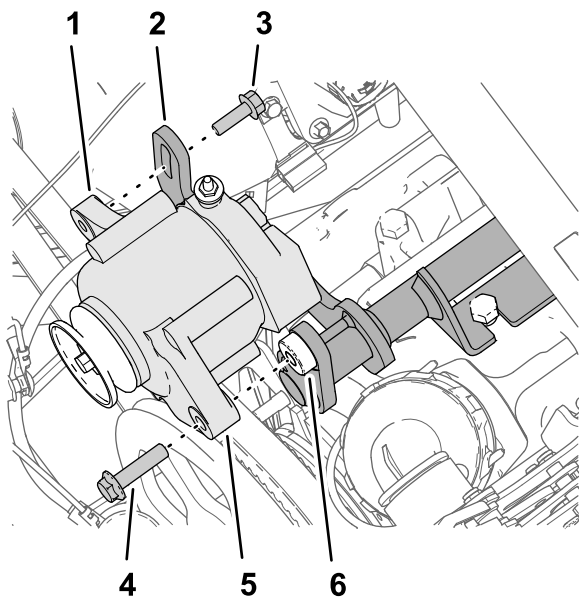

Figura 182
1. Monte el alternador (60 A) en el saliente roscado del soporte del alternador (Figura 182) con el perno con arandela prensada ($\frac{3}{8}$ " x 1- $\frac{1}{2}$ ").
- Sujete la pestaña roscada del alternador a la pestaña ranurada del soporte del alternador (Figura 182) con el perno con arandela prensada (8 mm x 25 mm).